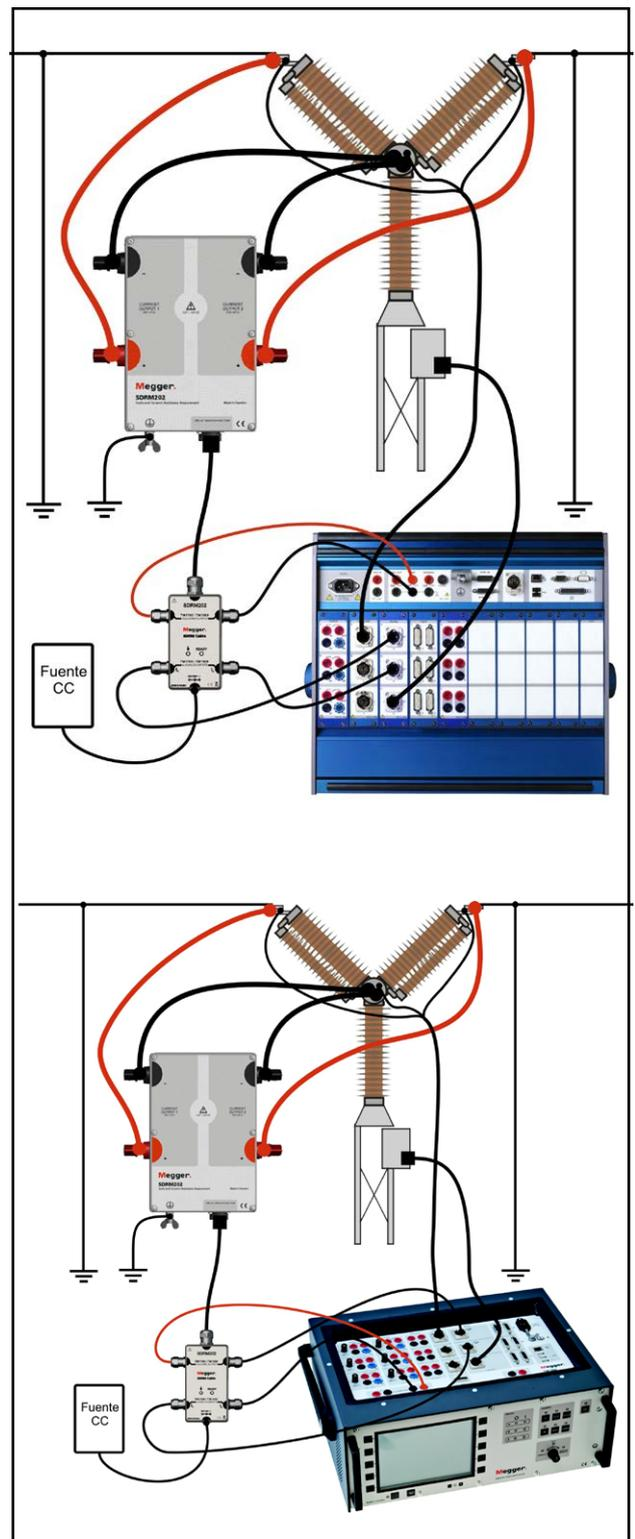

Figura 3.2.1 La figura muestra la conexión con la SDRM202. La SDRM201 se conecta de la misma manera pero con un solo canal.
- 1] Conecte la SDRM201/202 al IC según la figura 3.2.1.